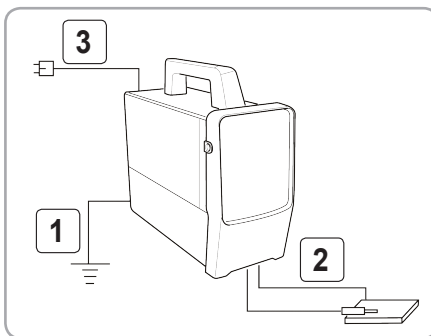

Fig.6
#### Instalarea inverterului (fig.6):
- Verificați cablul electric pe toată lungimea acestuia, verificați și ștecherul înainte și după fiecare utilizare (fig. 6 (1)).
- Modul în care se face împământarea este prin conectarea acestui cablu între priza de împământare și șurubul din spatele aparatului (fig. 6 (2)).
- Cleștele de masă se va conecta la piesa ce urmează să fie prelucrată asigurând un contact cât mai bun și cât mai aproape de zona ce urmează să fie prelucrată (fig. 6 (3)).